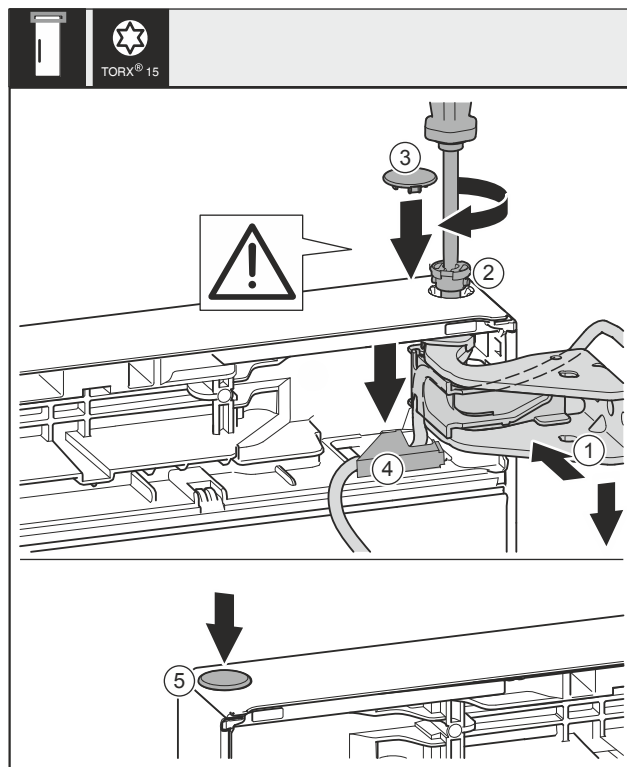

Fig. 30
- Niveloni derën lart për hapjen e saj në bazamentin mbështetës Fig. 30 (1).
- Futni bulonin Fig. 30 (2) dhe mbërthejeni me një kaçavidë.
- Montoni kapakun mbulues të siguresës për sigurimin e derës: Vendosni kapakun mbulues të siguresës Fig. 30 (3) dhe kontrolloni nëse ai puthitet te dera. Nëse jo, futeni bulonin plotësisht.
- Vendosni kapakun mbulues Fig. 30 (4) dhe shtyjini për poshtë derisa të mbërthehet në vend.
- Vendosni tapën Fig. 30 (5) në vend.